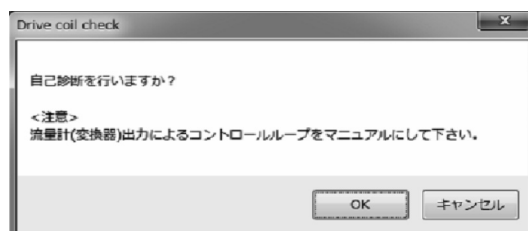

図107
- ③ 「OK」 ボタンをクリックします。クリックすると、メッセージボックス(図107)が表示されます。